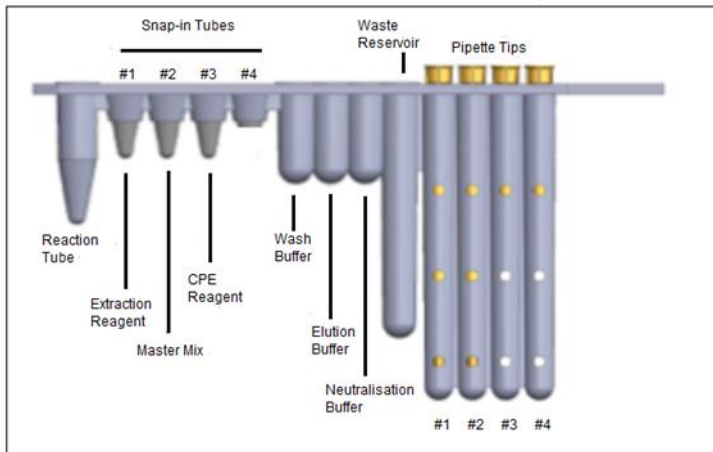

Abbildung 1: Vorbereitung der DNA Einzelreagenzstreifen.
- 2.2.a. Rasten Sie ein BD Exk-1 DNA-Extraktions Reagenzröhrchen (weißes Siegel) in Position 1 des DNA-Streifens, siehe Abbildung 1.
- 2.2.b. Rasten Sie ein DNA-MMK Master Mix Röhrchen (grünes/gelbes Siegel) in Position 2 des DNA-Streifens, siehe Abbildung 1.
- 2.2.c. Rasten Sie ein CPE-Reagenzröhrchen (blaues Siegel) in Position 3 des DNA-Streifens, siehe Abbildung 1.